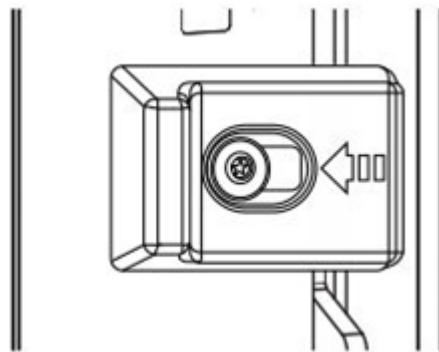
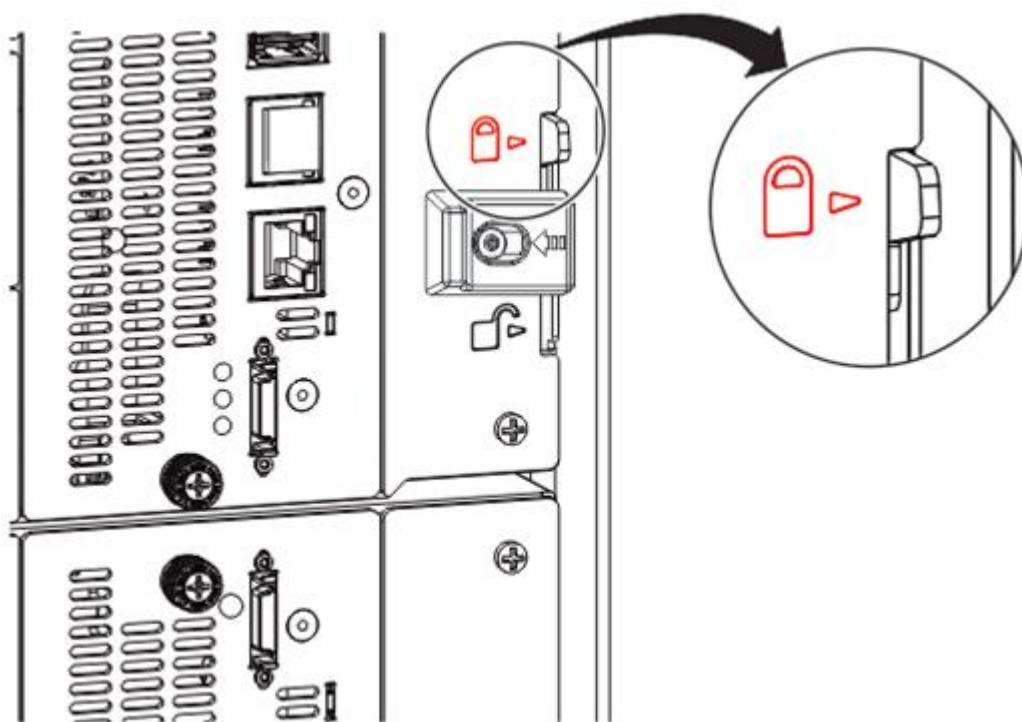
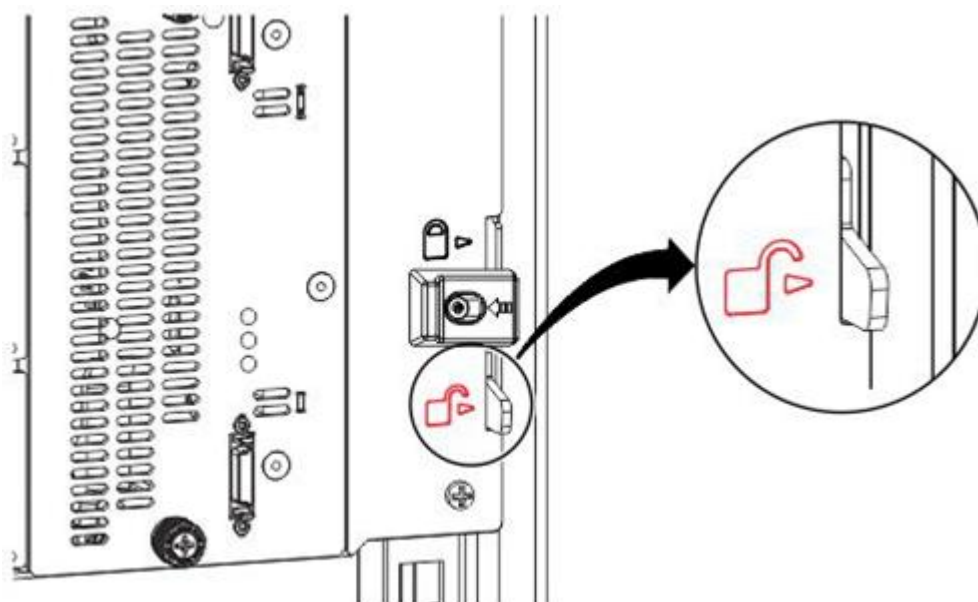

図 1-36 位置合わせレバーロック
図 1-37 下部モジュールに対してロック状態または使用状態にある位置合わせレバー
図 1-38 アンロック状態または解放状態にある位置合わせレバー
2. ライブラリの背面側に立ち、最下部のモジュールからすぐ上のモジュールをペアにして順に位置合わせを行います。位置合わせは図 1-36の位置合わせレバーロックを左にスライドさせてから位置合わせレバーを操作して位置合わせ機構のピン(注参照)を上下に動かします（レバーロックはスプリングを内蔵しているため、レバーを動かしている間はレバーロックをスライドさせたままにしておきます。レバーの上下位置は図 1-37、図 1-38を参照してください）。レバーの操作に抵抗がある場合は上部モジュールの位置を、位置合わせ機構のピンが下部モジュールの合わせ穴に入るように調整します。下から順にモジュールの各ペアに対して位置合わせを繰り返します。